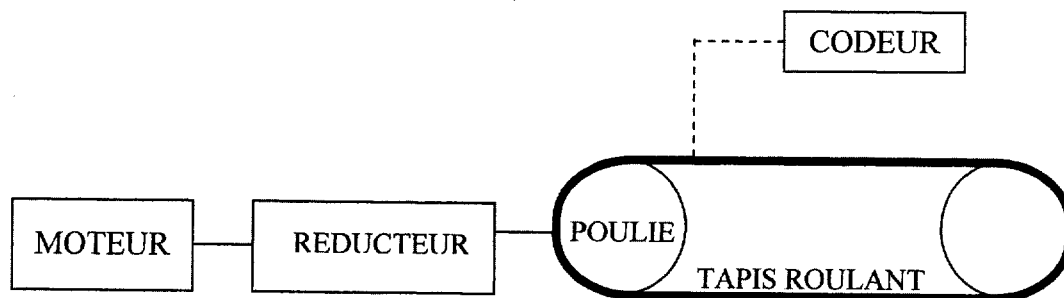

Figure 2
Un codeur informe en permanence l'automate de la vitesse d'avancement des préformes. Le déplacement de ces préformes se fait sur un tapis mis en mouvement grâce une poulie entraînée par un moto-réducteur (voir figure 2 ci-dessous).
- 3.3. Compléter le schéma représenté sur la figure 2 du document réponse 1 page 8 en précisant les noms des différentes pertes et puissances.